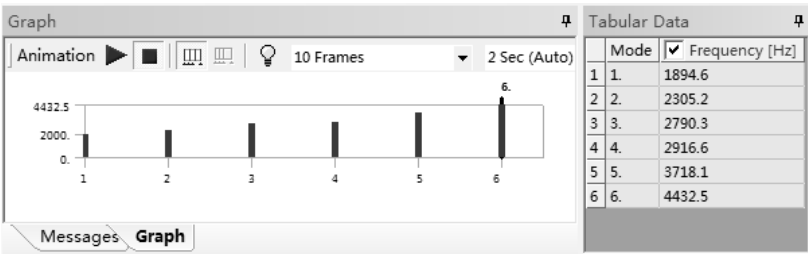

图 6-39 模型的固有频率
4) 在 Mechanical 界面的右下方可以观察到模型的固有频率，如图 6-39 所示。